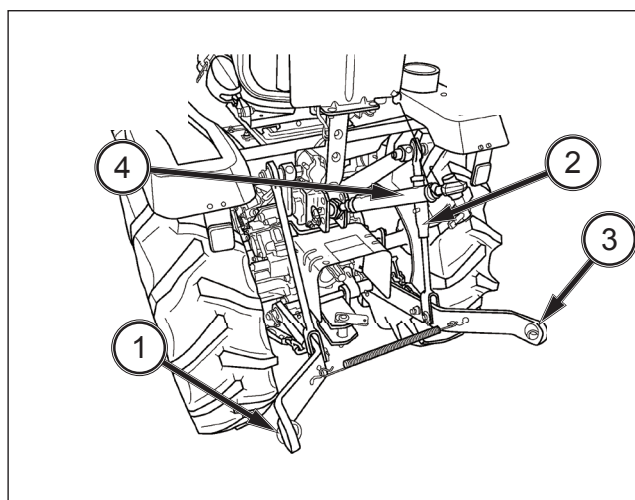

ABB. 69
ABB. 69: Den Kugelkopf des linken Unterlenkers (1) über den Zapfen des Anbaugeräts führen und mit einem Vorstecker sichern. Die Höhe des rechten Unterlenkers mit der Spannschraube (2) einstellen. Den rechten Unterlenker (3) mit einem Vorstecker befestigen und sichern. Den Oberlenker (4) an der Oberseite des Anbaurahmens mithilfe des zum Traktor gehörenden Stifts anbringen. Den zylindrischen Mittelteil des Oberlenkers drehen, um diesen zu verlängern oder zu verkürzen, und das Anbaugerät von vorne nach hinten ausrichten. Das Anbaugerät kann nach dem Anbringen mithilfe der Spannschrauben von Hubgestänge und Oberlenker ausgerichtet werden. Auf sicheren Arretierung sämtlicher Teile achten.